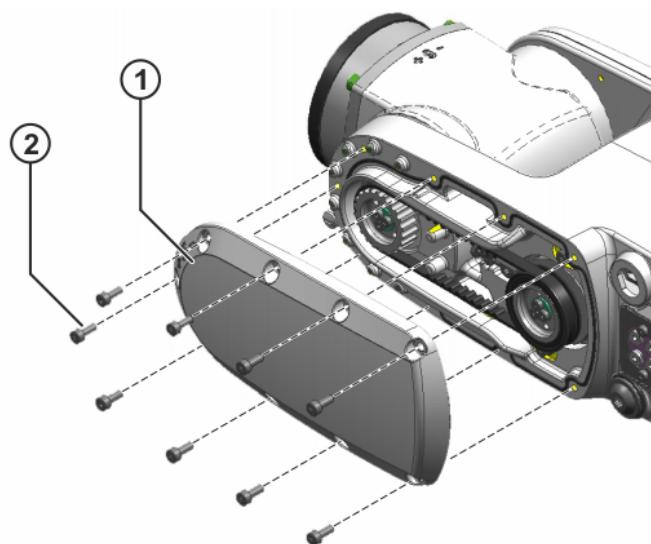

Abb. 10-4: Deckel A5 riemenseitig
- 9 Innensechskantschrauben M4x10-8.8 am Deckel A5 riemenseitig herausdrehen (>>> Abb. 10-4).